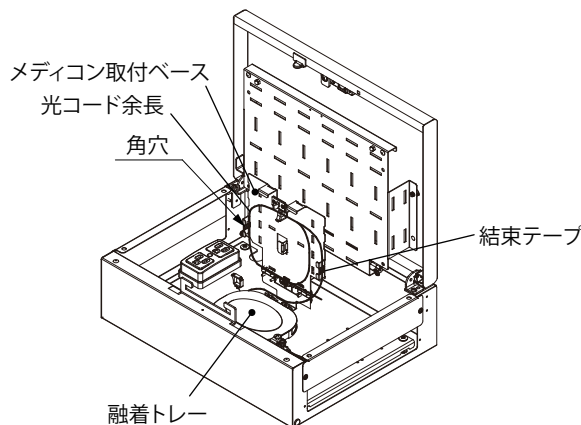

図1 メディコン取付ベース開放状態
- ・メディコン取付ベース裏面で融着トレイから出線した光コードの余長を収納してください。(図1) その際、メディコン取付ベースの角穴に結束テープを通し、光コードを固定してください。